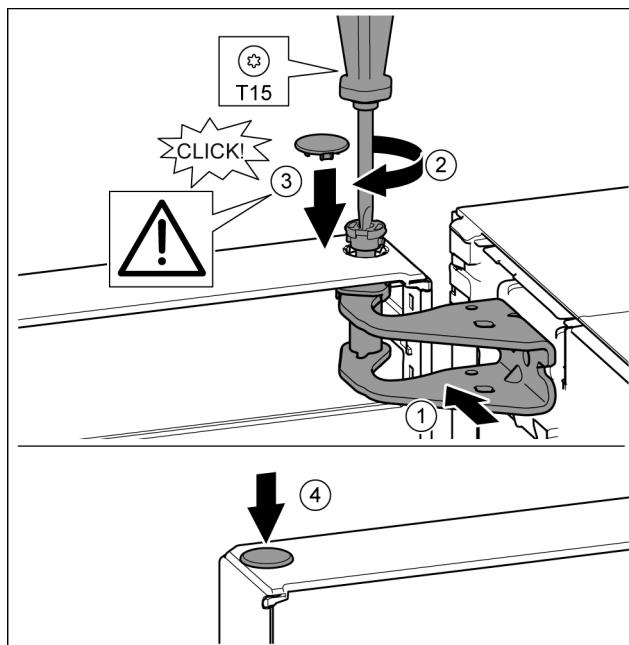

Fig. 21
- ▶ Tür oben zur Öffnung im Lagerbock ausrichten. Fig. 21 (1)
- ▶ Bolzen einsetzen und mit Schraubendreher T15 fest-schrauben. Fig. 21 (2)
- ▶ Sicherungsabdeckung zur Sicherung der Tür montieren: Sicherungsabdeckung einsetzen und Kontrollieren ob sie auf der Tür aufliegt. Ansonsten Bolzen vollständig einsetzen. Fig. 21 (3)
- ▶ Stopfen einsetzen. Fig. 21 (4)